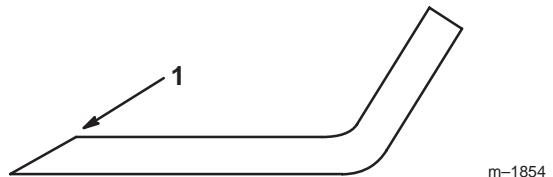

Figure 35
1. Au moyen d'une lime, aiguisez les tranchants aux deux extrémités de la lame (Fig. 35) en veillant à conserver l'angle d'origine. Limez la même quantité de métal sur chacun des deux tranchants pour ne pas déséquilibrer la lame.